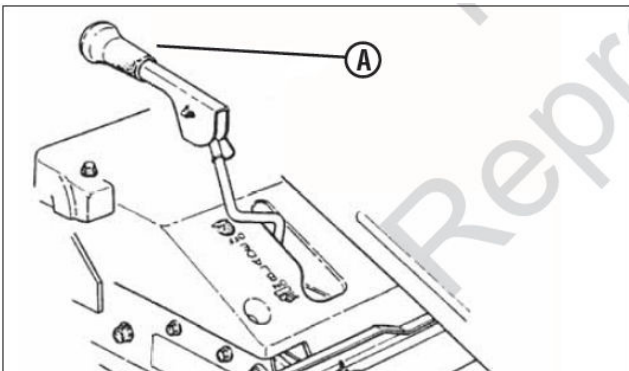

Рис. 4. Рычаг ножа (в отключенном положении)
3. Убедитесь, что рычаг ножа (А, рис. 4) находится в положении OFF (ВЫКЛЮЧЕНО).
- Убедитесь, что рычаг ножа (А, рис. 4) находится в положении OFF (ВЫКЛЮЧЕНО).